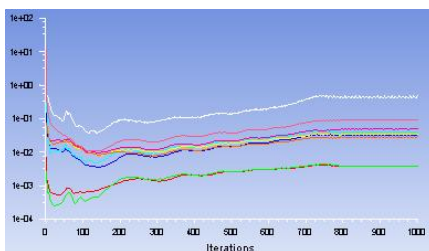
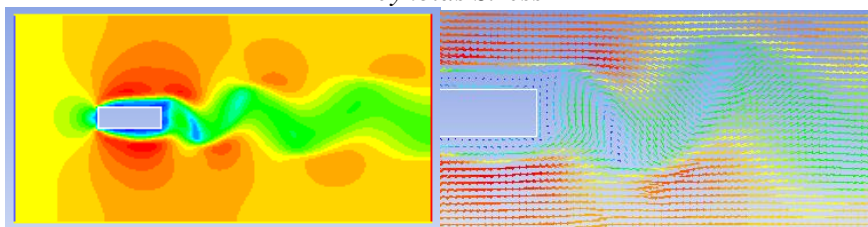

Рис. 50 - Поведение невязок при расчете на модели турбулентности *Reynolds Stress*
Рис. 51 - Результаты расчета на модели турбулентности *Reynolds Stress*
**Шаг 16.** Производится расчет с использованием модели реингольдсовых напряжений *Reynolds Stress*. Данная модель учитывает анизотропность турбулентности (разную интенсивность турбулентных пульсаций вдоль разных осей), в отличие от предыдущих моделей турбулентности, которые оценивают только интенсивность турбулентности в предположении её изотропности (равномерность пульсаций во всех направлениях). После расчета порядка 900 итераций невязки линейризуются (рис. 50). На рис. 51 представлены результаты расчета: распределение скорости и векторная картина.